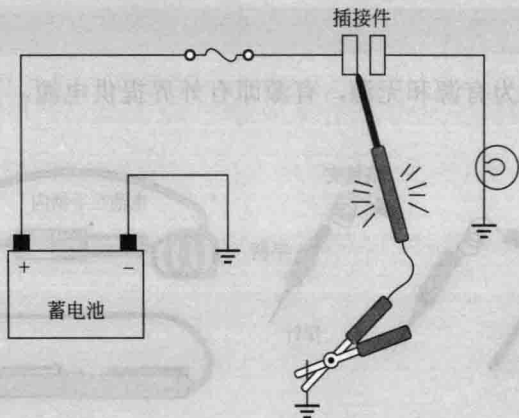

图1-6 无源试灯测试
(2) 如图1-6所示,它不能像电压表一样显示出被检电路点的电压,只能显示是否有电压。